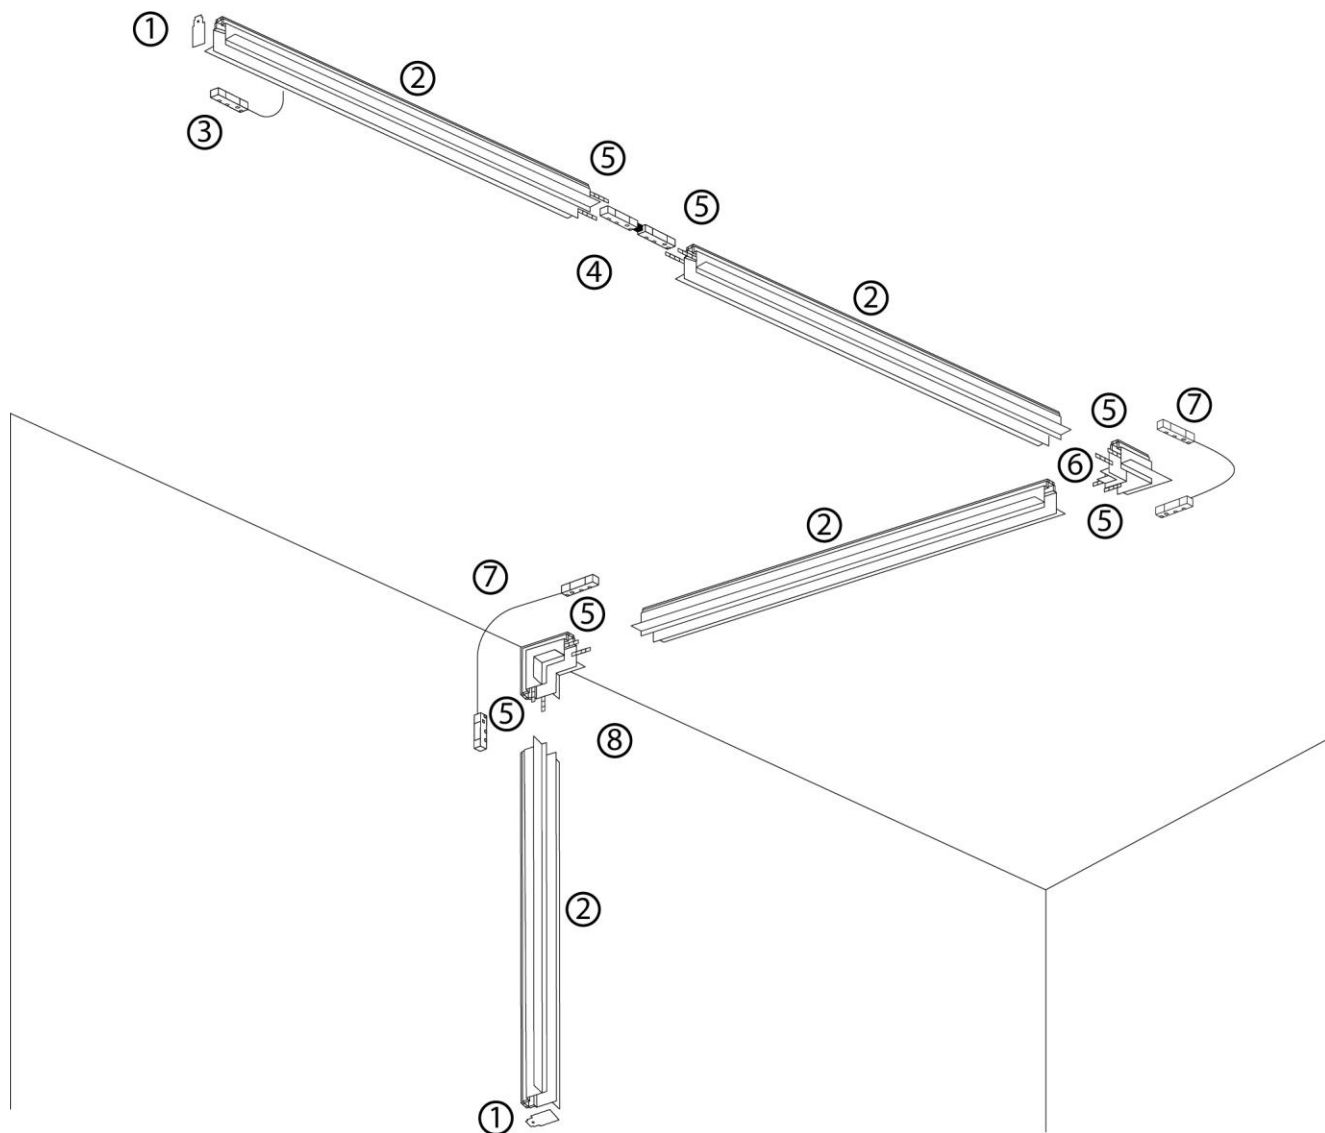

Рис. 2 Схема установки шинпровода СВМ1001
- 5.3 Соберите необходимую вам систему шинопровода по аналогии со схемой, как показано на Рис. 2.